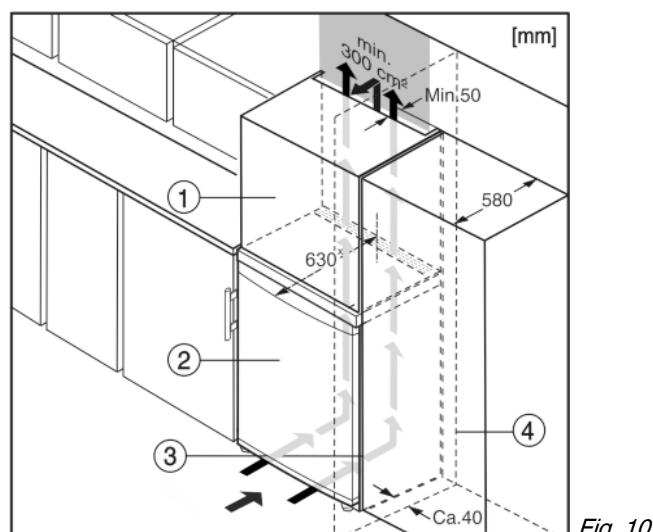

Fig. 10
Skabet kan indbygges i køkkenskabe. For at tilpasse skabet Fig. 10 (2) til køkkenelementerne kan der anbringes et ekstra skab Fig. 10 (1) over skabet.
Ved ombygning med køkkenskabe (dybde maks. 580 mm) kan apparatet stilles op direkte ved siden af køkkenskabet Fig. 10 (3). Apparatet står frem i siden 34 mm * og frem i midten 50 mm * i forhold til køkkenskabenes front.*
Hvis apparatet opstilles med hængslerne ved siden af en væg Fig. 10 (4), skal afstanden mellem apparatet og væggen være mindst 40 mm. Dette svarer til håndtagets udhæng ved åbnet dør.*